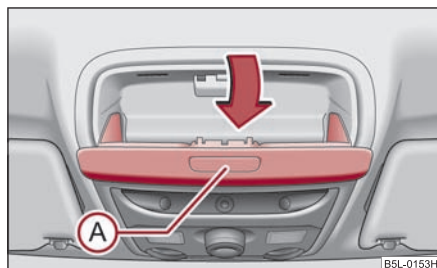

Fig. 125 Escotadura del revestimiento interior del techo: Compartimento guardagafas
- Presione la tecla (A) - el portaobjetos se abatirá hacia abajo ⇒ fig. 125.